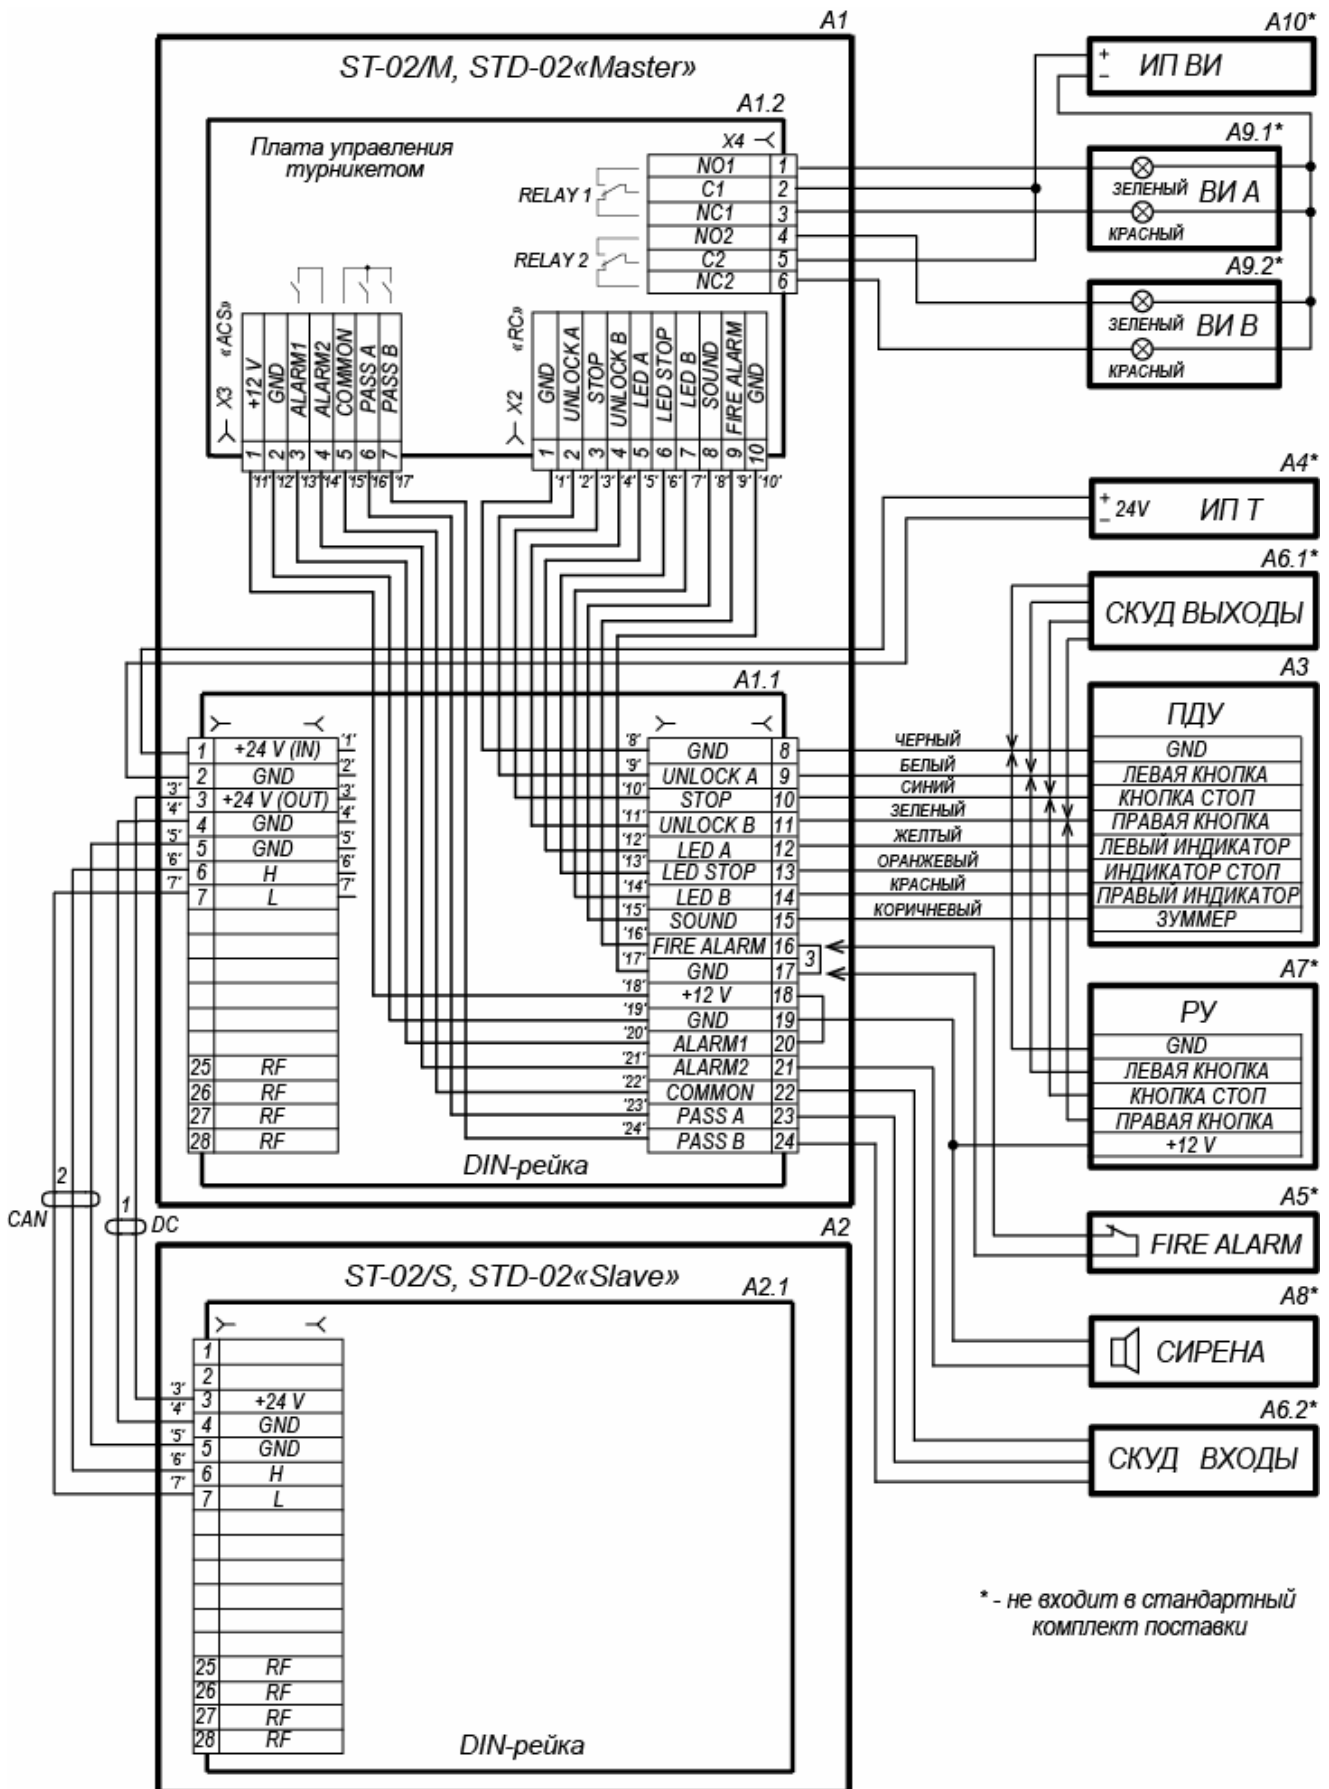
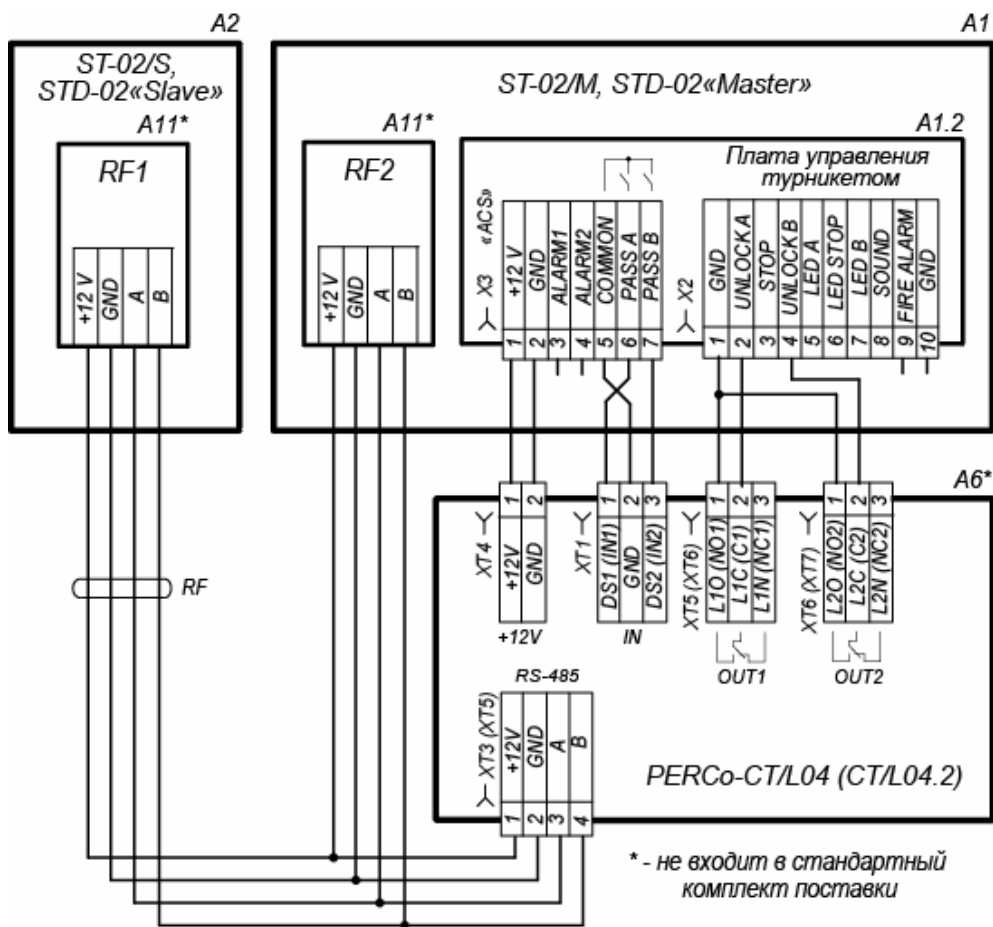

Рисунок 17. Схема электрических соединений турникета
Рисунок 18. Вариант подключения к турникету контроллера СКУД *PERCo-CT/L04*
- каналы для подводки кабелей от внешних устройств (источника питания (12), ПДУ (11) или контроллера СКУД, устройства *Fire Alarm* (13) и другого дополнительного оборудования – к отверстиям для ввода в секцию *Master* и для ввода в двусторонние секции;
- каналы, соединяющие отверстия для ввода кабелей противоположных секций (сторон двусторонней секции) одной зоны прохода – для подводки соединительных кабелей DC (9) и CAN (10)¹, а также по необходимости при установке встроенных в турникет считывателей – кабель для соединения считывателя из секции *Slave* с контроллером СКУД (кабель RF на схемах на рис. 16 и рис. 18).
17. Выньте изнутри каждой секции (стороны секции) и подключите внешние соединительные кабели к выносной колодке подключения согласно схеме электрических соединений турникета (см. рис. 17). Вставьте и закрепите на место выносную колодку. Аккуратно уложите подсоединенные к ней кабели внутри корпуса секции.
Для удобства входы и выходы встраиваемого в турникет контроллера СКУД могут подключаться не к контактам DIN-рейки, как показано на схеме (рис. 17), а непосредственно к соответствующим им контактам платы управления (разъемы **X2** и **X3**, рис. 6). Вариант схемы подключения представлен на рис. 18.